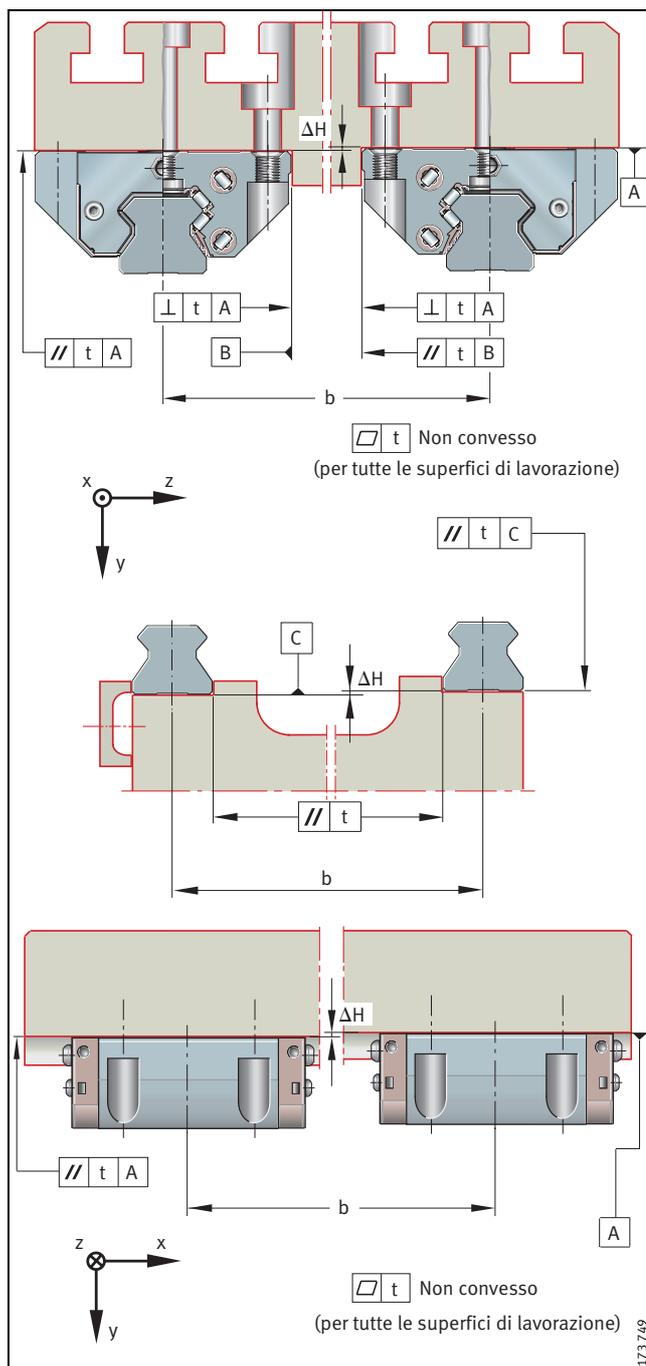

Figura 6 · Tolleranze delle superfici di fissaggio e parallelismo delle guide montate
- rispettare le tolleranze secondo *Figura 6* e *Tabella 5*
Per ΔH , *Figura 6*, sono ammissibili i valori della seguente equazione. Per scostamenti superiori vogliate prendere contatto con noi.
Per guide disposte parallelamente, realizzare il parallelismo t secondo *Figura 6* e *Tabella 5*.